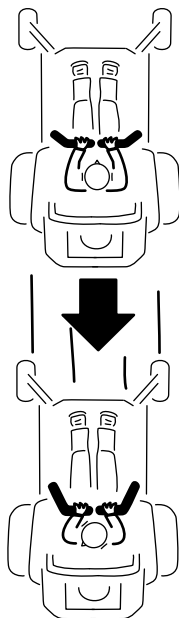

Figura 24
2. Para ir hacia atrás, tire lentamente de las palancas de control de movimiento hacia atrás (Figura 24).